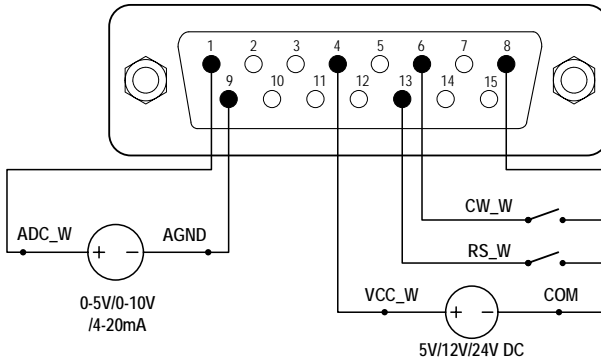
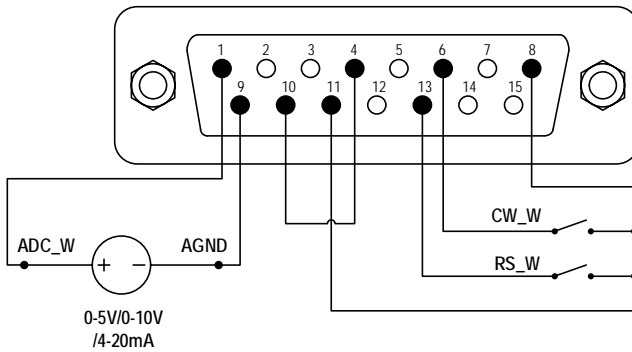

Abbildung 9. DB15-Verkabelung mit externer Stromquelle
Abbildung 10. DB15-Verkabelung mit der internen 12V DC-Stromquelle
- 1) Schalten Sie die Stromversorgung aus. Verdrahten Sie den DB15-Stecker gemäß Abbildung 9 oder Abbildung 10 und schließen Sie ihn an den DB15-Anschluss auf der Rückseite der Pumpe an.